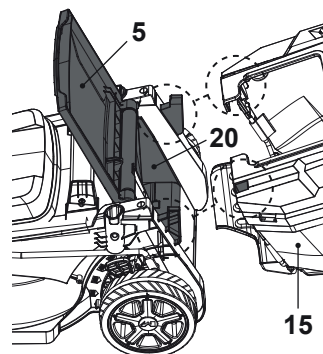

Fig. 9
- > Ouvrez le capot du déflecteur (5) et maintenez-le en position. Insérez et accrochez le bac de ramassage sur les fentes de fixation de la goulotte d'éjection arrière (20) (Fig. 9).